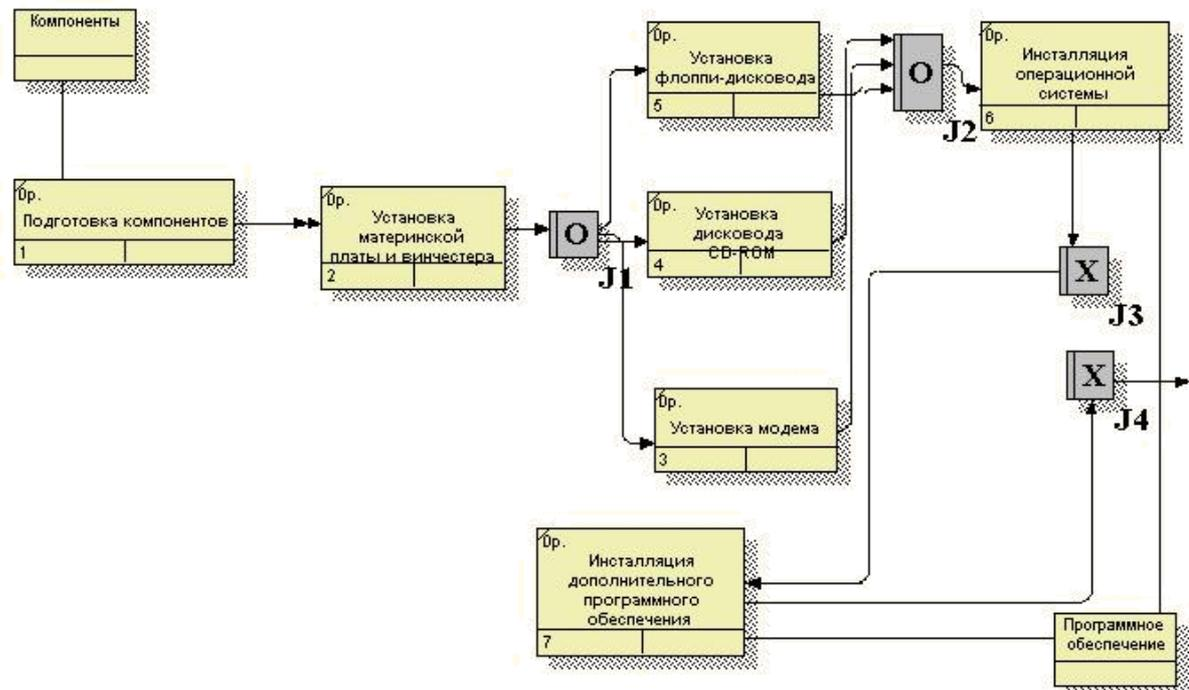

Рис.3. Результат выполнения работы
6. С помощью кнопки  на палитре инструментов внесите два перекрестка типа асинхронного «или» и свяжите работы с перекрестками, как показано на рис.3.
8. Создайте два перекрестка типа исключяющего «ИЛИ» и свяжите работы, как показано на рис.3.